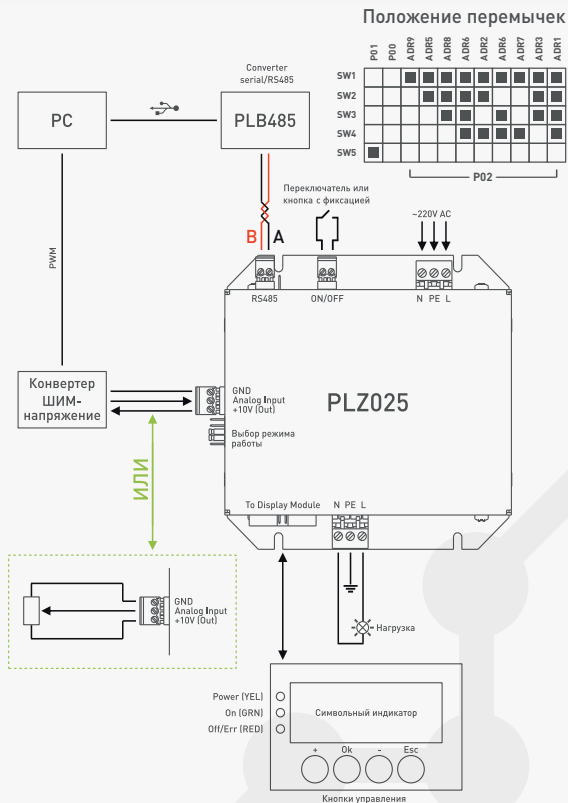

Рис. 3. Подключение модуля
Подключение осуществляется согласно рис. 3.
1. Режим управления P00 (см. положение переключателей на крышке устройства или рис. 3).